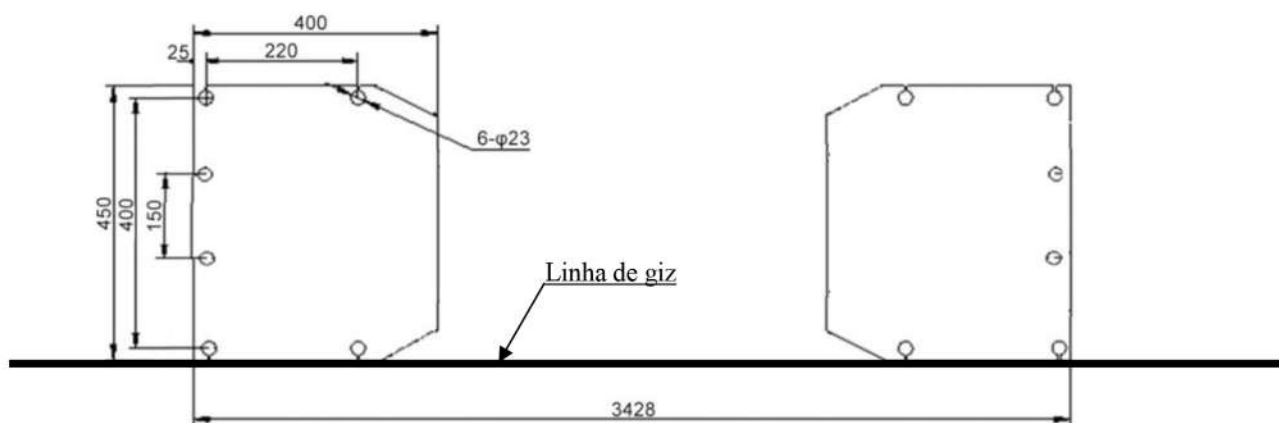

Fig. 6
B. Use a linha de giz para estabelecer o layout de instalação da placa base (Ver Fig.6)